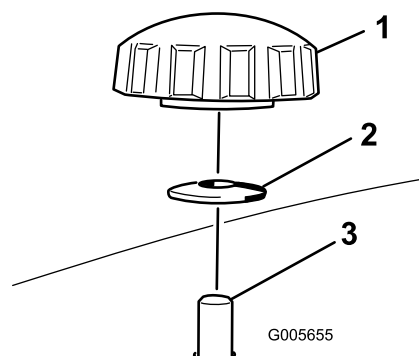
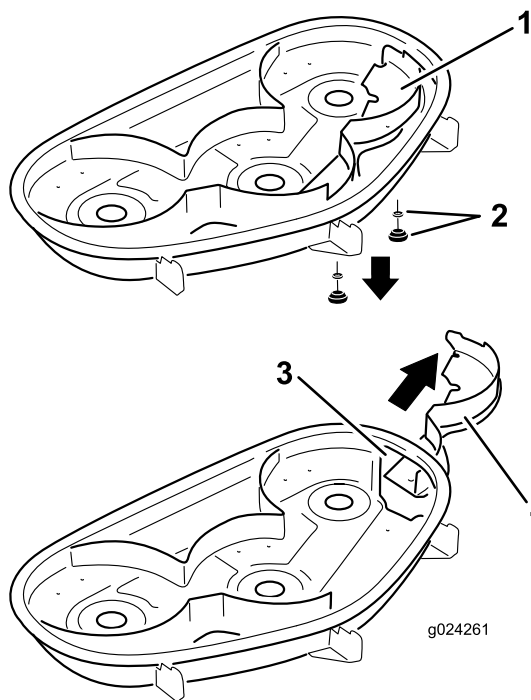

Figura 29
Figura 30
4. Togliete le 2 manopole e le rondelle curve che fissano il diaframma destro al tosaerba (Figura 29).
5. Togliete il diaframma destro e abbassate il deflettore dell'erba sull'apertura di scarico come illustrato nella Figura 29 e Figura 30.
5. Infilate il diaframma destro sotto il piatto di taglio e fissate utilizzando le 2 manopole e le rondelle curve (lato concavo verso il tosaerba) come illustrato nella Figura 29 e Figura 30.